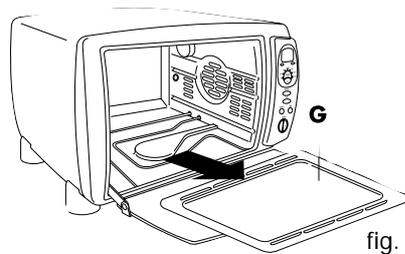

fig. 11
Sortez le plateau ramasse-miettes (G) (voir fig. 11) et lavez-le à la main. Si les salissures sont difficiles à enlever, lavez le plateau ramasse-miettes avec du produit à vaisselle et si nécessaire, frottez-le délicatement sans le rayer.